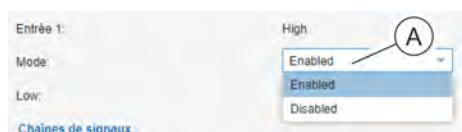

Fig. 117 : Activation/désactivation d'une entrée ou d'une sortie
- 2.** ➔ Dans le champ de sélection (Fig. 117 /⑩), régler la valeur sur « *Enabled* » (pour l'activation) ou « *Disabled* » (pour la désactivation).